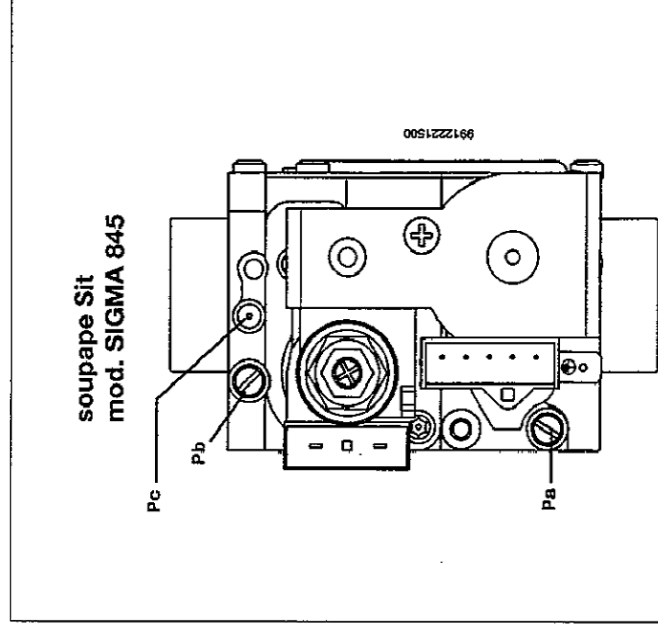

Figure 11
- relier la prise de pression positive d'un manomètre différentiel, si possible à eau, à la prise de pression (Pb) de la vanne du gaz (figure 11). Brancher la prise négative - des modèles à chambre étanche - du manomètre à un "T" afin de relier la prise d'équilibrage pression de la chaudière, la prise d'équilibrage pression de la vanne gaz (Pc) et le manomètre. (On obtient le même résultat en reliant le manomètre à la prise de pression (Pb) sans le panneau avant de la chambre étanche);
- Vérifier que la pression d'alimentation de la chaudière, mesurée à la prise de pression (Pa) de la vanne gaz (Figure 11) est correct (37 mbar pour le gaz propane, 20 mbar pour le gaz méthane ou 25 mbar pour le gaz G25);